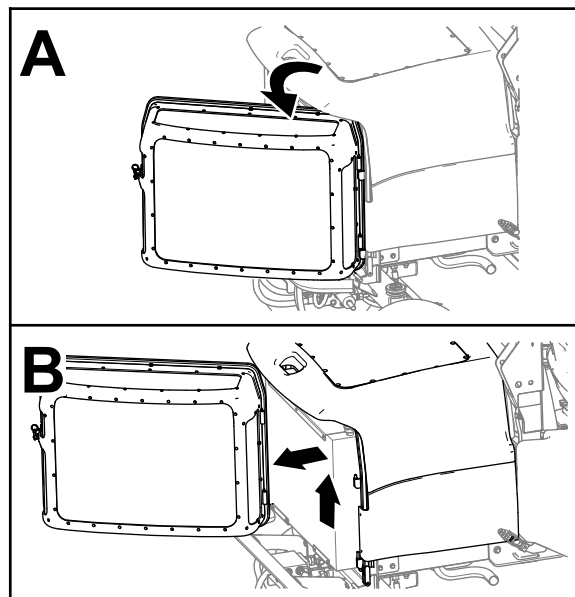

Figura 68
3. Sbloccate la griglia del motore, apritela e sollevatela dalla macchina (Figura 68).